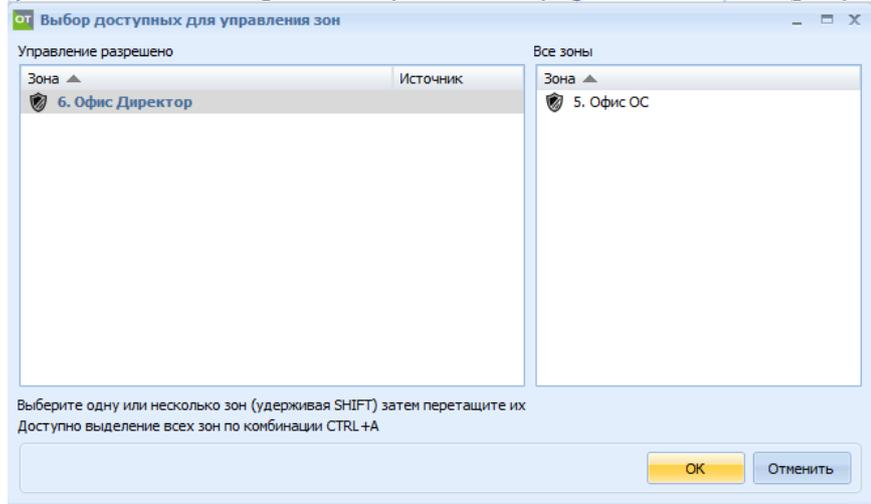

Рисунок 25.32 – Окно «Выбор доступных для управления зон»
– Доступные зоны – выбрать доступные для управления зоны (рисунок 25.32).